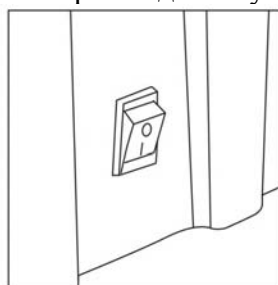

Рис. 3
- Установите выключатель в позицию ( I ) Рис. 3 и убедитесь, что вентилятор работает правильно.